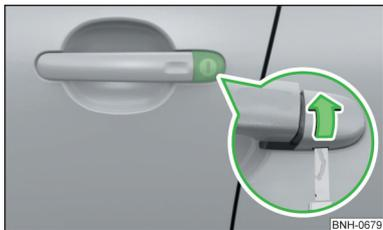

Fig. 177
- Introducir la llave en el rebaje en la parte inferior de la tapa y abrir la tapa en el sentido de la flecha » **fig. 177.**